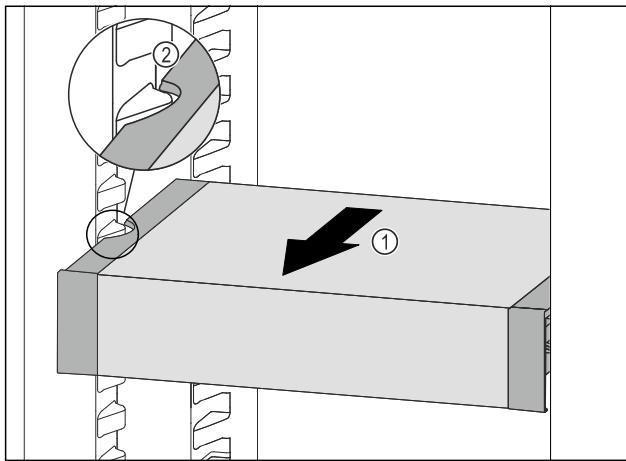

Fig. 82
- ▶ Trageți în față VarioSafe Fig. 82 (1), până când degajările laterale ale VarioSafe se află la înălțimea nervurii recipientului din frigider. Fig. 82 (2)